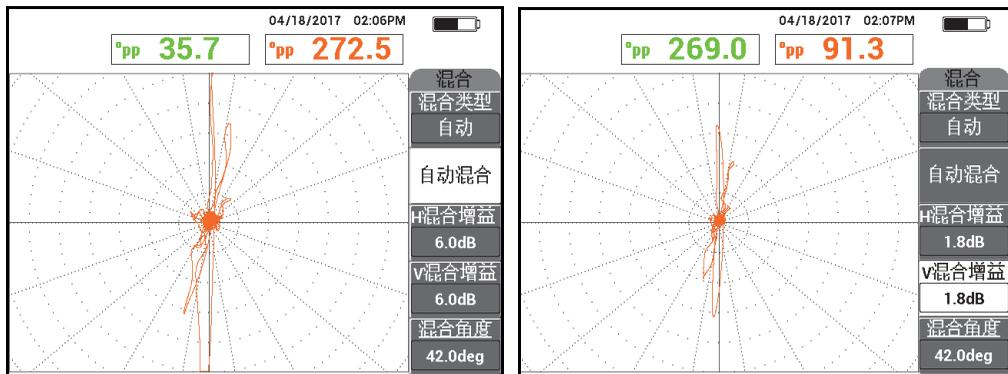

图 5-205 自动混合后的信号 (左图)；角度 / 增益调节后的信号 (右图)
- 按冻结键 (❄️)，然后按混合角度 (功能键 E)，然后转动旋钮，直到较大的穿壁孔信号变成垂直信号 (参见第 254 页的图 5-205)。